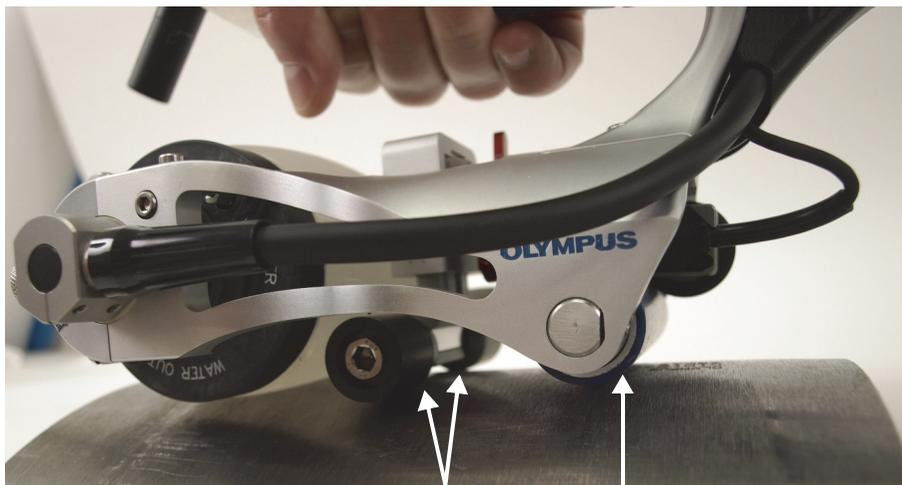

图 4-5 解锁中部轮
2. 解锁中部轮，方法是将锁定杆定位在解锁（UNLOCKED）位置上（参见第57页的图 4-5）。